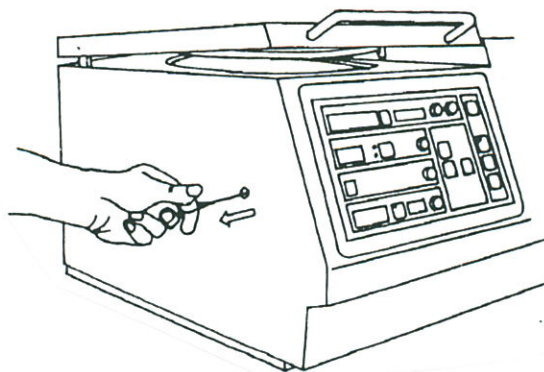

Fig. 8
8.1 Nødåbning af låg. (Fig. 8).